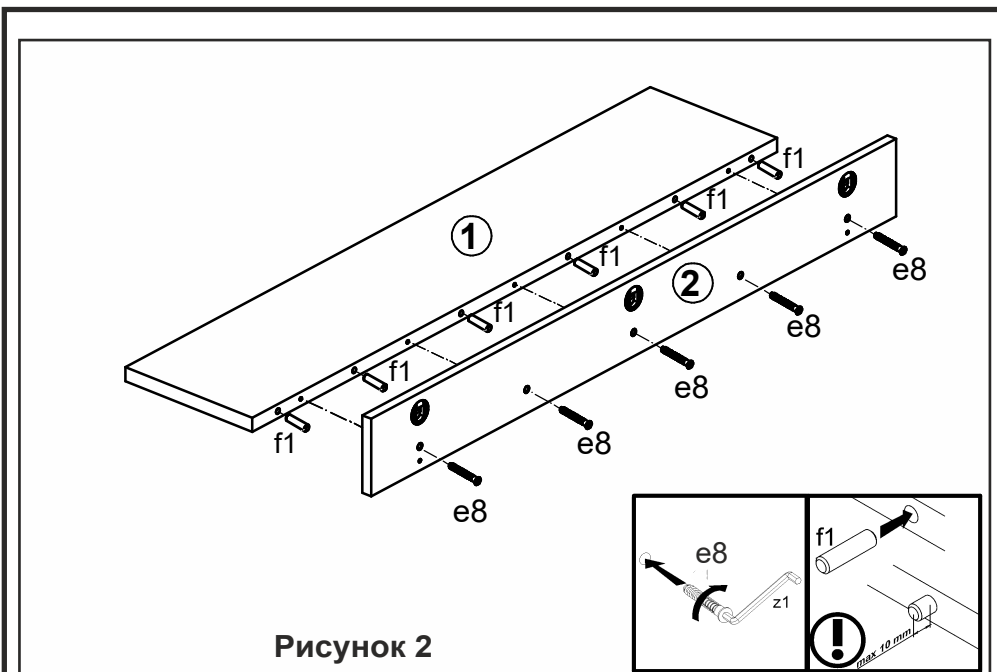

Рисунок 2
2. В отверстия **Ø8 мм** на задней кромке щита горизонтального **1** вбить деревянные шканты **f1** (см.рис.2).
5. Соединить между собой детали полки **1** и **2**, стянуть их конформатами **e8** (см.рис.2).
2. В отверстия **Ø8 мм** на верхних и нижних кромках стенок боковых **2, 3** и стенок средних **4, 1** вбить деревянные шканты **f1 (рис. 2)**.
3. В отверстия **Ø3** (кернения) на внутренней поверхности стенки боковой левой **2** и правой поверхности стенки средней правой **1** закрепить кронштейны бара **m1p** шурупами **p50**, и защелки магнитные **n2** шурупами **p27 (см.рис. 2)**.
4. В отверстия **Ø5 мм** на верхней поверхности щита нижнего **5** закрепить ответные планки петель **b1 (см. рис. 2)**.
5. В отверстия **Ø5 мм** на поверхностях стенок средних **1, 4** вставить полкодержатели **d1 (см. рис. 2)**.
6. В отверстия **Ø5 мм** на нижней поверхности щита верхнего **6** вкрутить винты стяжки **r42 (см. рис. 2, 3)**.